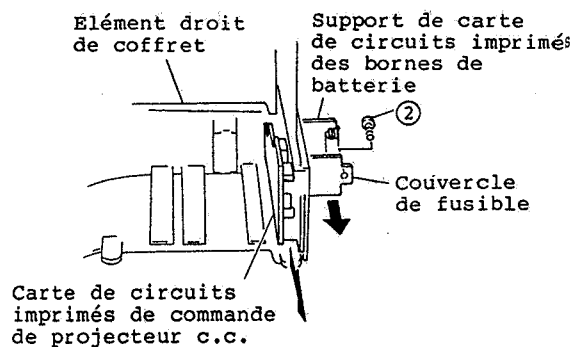

Fig. 2-18
2. Retirer une (1) vis de fixation immobilisant le couvercle du fusible. (Se reporter à la figure 2-18)